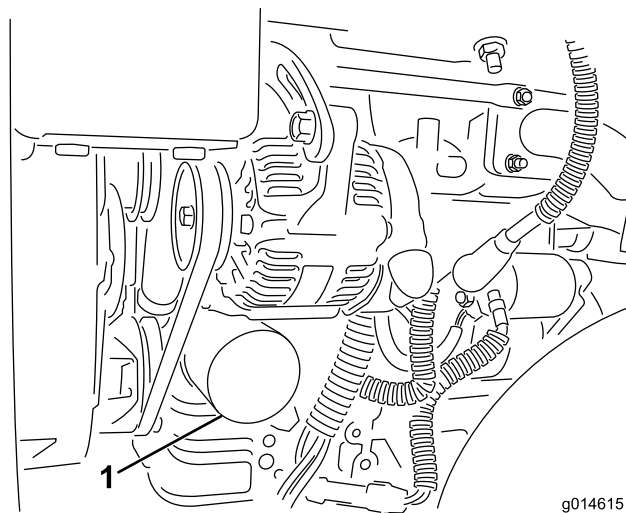

Bild 48
2. Entfernen Sie den Ölfilter (Bild 48). Ölen Sie die neue Dichtung am Ölfilter leicht mit frischem Öl ein.